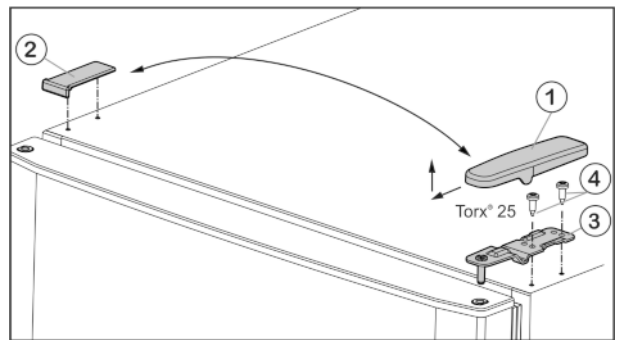
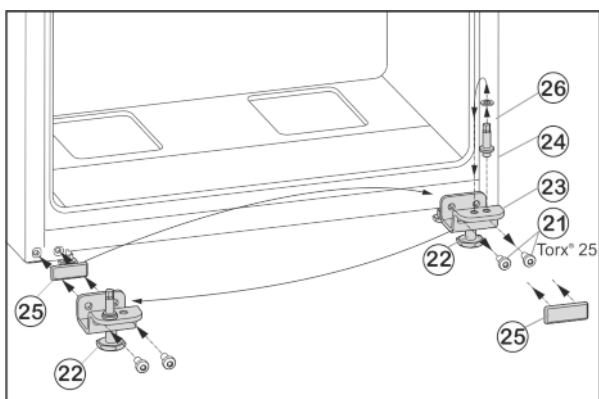

Fig. 4
Fig. 6
- ▶ Відведіть кришку Fig. 4 (1) вперед і вгору.
- ▶ Зніміть кришку Fig. 4 (2).
- ▶ Викрутіть верхній опорний кронштейн Fig. 4 (3) (2 шт. Torx® 25) Fig. 4 (4) і відведіть вгору.
- ▶ Викрутіть гвинти кріплення Fig. 6 (21).
- ▶ Зніміть нижній опорний кронштейн Fig. 6 (23) разом із гвинтом Fig. 6 (24), шайбою Fig. 6 (26) та установочною ніжкою Fig. 6 (22).
- ▶ Відкрутіть гвинт Fig. 6 (24) разом із шайбою Fig. 6 (26), переставте їх у протилежний отвір опорного кронштейна та знову закрутіть.
- ▶ Обережно зніміть кришку Fig. 6 (25) і переставте її на протилежний бік.
- ▶ Знову прикрутіть нижній опорний кронштейн Fig. 6 (23) разом із гвинтом Fig. 6 (24), шайбою Fig. 6 (26) та установочною ніжкою Fig. 6 (22) на інший бік шарніра (з моментом 4 Нм), у разі необхідності скористайтеся акумуляторним гвинтокрутом.
- ▶ Встановіть нижні дверцята згори на опорний гвинт Fig. 6 (24).
- ▶ Вставте середній опорний кронштейн (13), повернувши його на 180°, у нижні дверцята і прикрутіть за допомогою гвинтів кріплення (11) (2 шт. Torx® 25) до нового боку шарніра (з моментом 4 Нм).
- ▶ Знову встановіть пластикову шайбу (10).
- ▶ Встановіть верхні дверцята на середній опорний кронштейн (13).
- ▶ Встановіть верхній опорний кронштейн Fig. 4 (3) в дверцята на новий бік шарніра.
- ▶ Прикрутіть верхній опорний кронштейн (з моментом 4 Нм) гвинтами (2 шт. Torx® 25) Fig. 4 (4). У разі необхідності скористайтеся акумуляторним гвинтокрутом.
- ▶ Встановіть і зафіксуйте кришку Fig. 4 (1) з протилежного боку ззовні.
- ▶ Також встановіть згори і зафіксуйте кришку Fig. 4 (2) з протилежного боку.
- ▶ Викрутіть установочну ніжку Fig. 6 (22) на нижньому опорному кронштейні Fig. 6 (23), доки він не буде опиратися на підлогу.